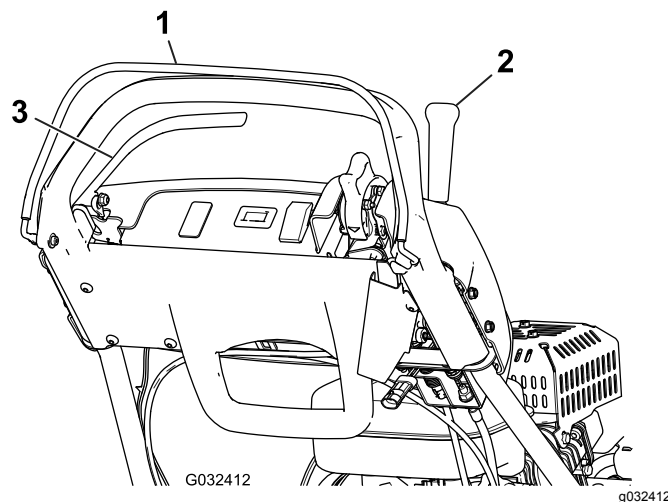

Bild 29
3. Versuchen Sie den Fahrtriebshebel bei gelöster elektronischer Sicherheit zu aktivieren (Bild 29). Der Fahrtriebshebel sollte **nicht** aktiviert werden. Wenn der Fahrtriebshebel aktiviert werden kann, müssen die Sicherheitsschalter gewartet werden. Beheben Sie den Fehler vor der Verwendung der Maschine, siehe Warten des Fahrtriebs-Sicherheitsschalters \(Seite 34\)
4. Lösen Sie die elektronische Sicherheit, wenn die elektronische Sicherheit gedrückt und der Fahrtriebshebel aktiviert ist (Bild 29). Der Fahrtriebshebel **sollte** ausgekuppelt werden. Wenn der Fahrtriebshebel nicht deaktiviert wird, müssen die Sicherheitsschalter gewartet werden. Beheben Sie den Fehler vor der Verwendung der Maschine, siehe Warten des Fahrtriebs-Sicherheitsschalters \(Seite 34\)
5. Drücken Sie die elektronische Sicherheit und stellen den Ganghebel nach links; kuppeln Sie dann den Fahrtrieb und den Spindelantrieb ein und lassen Sie die elektronische Sicherheit los (Bild 29). Der Fahrtriebshebel **sollte** ausgekuppelt werden. Wenn der Fahrtriebshebel nicht deaktiviert wird, müssen die Sicherheitsschalter gewartet werden. Beheben Sie den Defekt vor der Verwendung der Maschine, siehe Warten des Fahrtriebs-Sicherheitsschalters \(Seite 34\) oder Einstellen des Spindelantriebs \(Seite 37\).
6. Aktivieren Sie die elektronische Sicherheit und schieben den Ganghebel nach links, um den Fahr- und Spindelantrieb einzukuppeln; schieben Sie den Ganghebel nach rechts, um den Spindelantrieb auszukuppeln (Bild 29). Der Spindelantrieb **sollte** ausgekuppelt werden. Wenn der Spindelantrieb sich nicht auskuppeln lässt, müssen die Sicherheitsschalter gewartet werden. Beheben Sie den Fehler vor der Verwendung der Maschine, siehe Einstellen des Spindelantriebs \(Seite 37\)
2. Drücken Sie die elektronische Sicherheit, kuppeln Sie den Fahrantriebshebel ein und stellen die Motorbedienelemente in die Start-Stellung (Bild 29) und versuchen Sie, den Motor anzulassen. Der Motor sollte **nicht** anspringen. Wenn der Motor startet, muss der Sicherheitsschalter gewartet werden. Beheben Sie den Fehler vor der Verwendung der Maschine, siehe Warten des Fahrantriebs-Sicherheitsschalters \(Seite 34\)
2. Kuppeln Sie den Fahrantriebshebel aus, aktivieren Sie die Betriebsbremse und stellen die Motorbedienelemente in die Start-Stellung (Bild 29). Versuchen Sie nun, den Motor zu starten. Der Motor **sollte** anspringen. Wenn der Motor nicht anspringt, muss der Sicherheitsschalter gewartet werden. Beheben Sie den Fehler vor der Verwendung der Maschine, siehe Warten des Bremsen-Sicherheitsschalters \(Seite 34\)
3. Aktivieren Sie bei laufendem Motor die Betriebsbremse (nicht den Riegel der Feststellbremse), drücken Sie die elektronische Sicherheit und kuppeln Sie den Fahrantriebshebel ein (Bild 29). Der Motor sollte gegen die Bremse kämpfen aber nicht ausgehen. Wenn der Motor ausgeht, muss der Sicherheitsschalter gewartet werden. Beheben Sie den Fehler vor der Verwendung der Maschine, siehe Warten des Bremsen-Sicherheitsschalters \(Seite 34\)
4. Lassen Sie den Motor an, aktivieren den Feststellbremsriegel, aktivieren die elektronische Sicherheit und kuppeln den Fahrantriebshebel ein (Bild 29). Der Motor **sollte** abstellen. Wenn der Motor nicht abstellt, muss der Sicherheitsschalter gewartet werden. Beheben Sie den Fehler vor der Verwendung der Maschine, siehe Warten des Bremsen-Sicherheitsschalters \(Seite 34\)